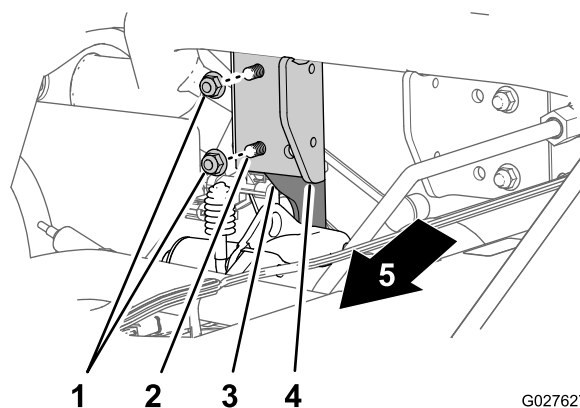

Figura 7
2. Retire as duas porcas de bloqueio flangeadas que prendem o suporte do diferencial à montagem do diferencial (Figura 7).